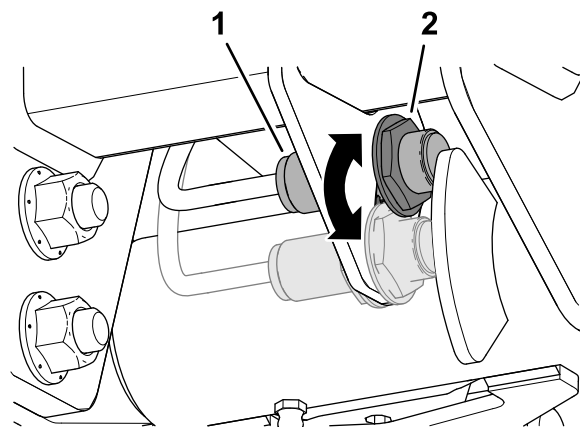

Figura 54
3. Afloje la contratuerca que sujeta el interruptor del brazo de elevación a la placa de los interruptores (Figura 54).